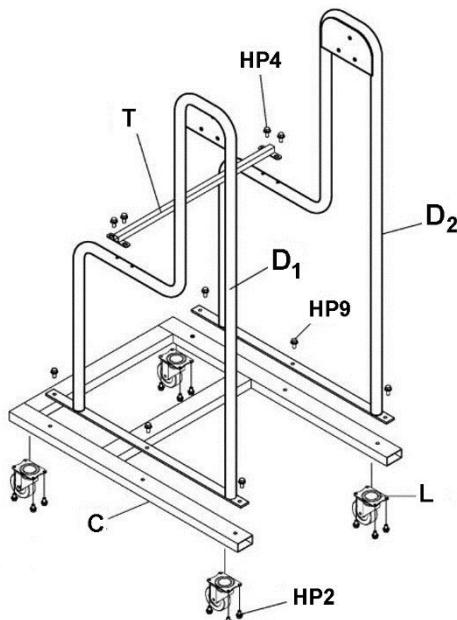

Рис. 3
- Прикрутите 4 ролика (L) к основанию (C) при помощи винтов HP2. См. Рис. 3.
- Прикрутите к основанию (C) левую и правую стойки (D1, D2) с помощью винтов с шестигранной головкой и фланцем (HP9).
- Прикрепите опору (T) к стойкам с помощью винтов с шестигранной головкой и фланцем (HP5).